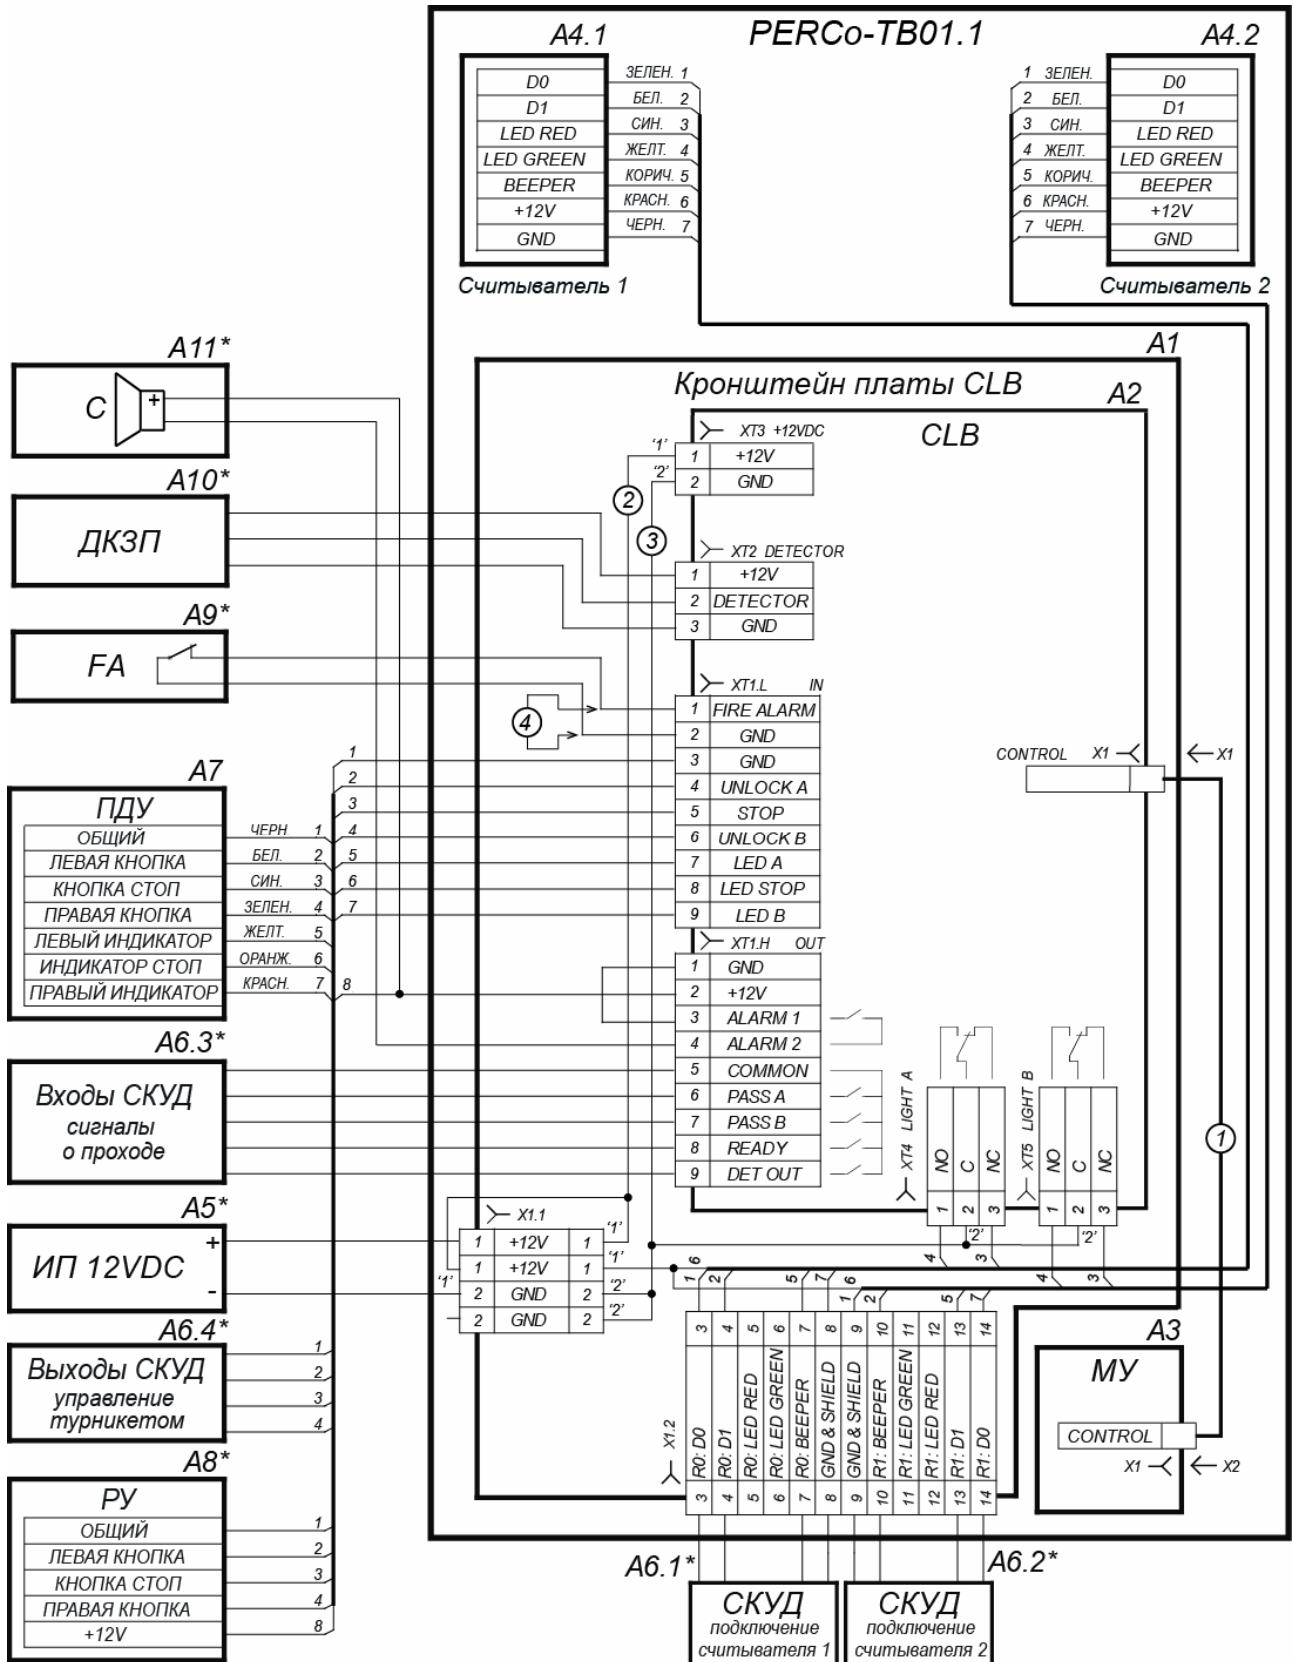

Рисунок 11. Схема электрических соединений турникета¹
подключаются к контактам *Common*, *PASS A*, *PASS B*, *Ready* и *Det Out* клеммной колодки **XT1.H** платы управления. Подключение встроенных считывателей к контроллеру СКУД производится через выносную клеммную колодку **X1**. Схема подключения контроллера СКУД представлена на рис. 11.
- 8 Подключите кабель питания (14) к выносной клеммной колодке **X1.1** (см. рис. 11). Подключите кабель (13) ПДУ (12) к клеммной колодке **XT1.L** на плате управления (см. рис. 5). Подключите при необходимости кабели от других устройств к соответствующим клеммным колодкам платы управления (см. рис. 5 и рис. 11).
- 9 Проверьте правильность и надежность всех электрических подключений. При помощи самоклеящихся площадок и стяжек из комплекта поставки закрепите все кабели. После подключения всех кабелей и закрепления стойки на полу установите на место крышку (3) (см. разд. 6) и боковые заглушки (10) в порядке, обратном снятию.
- 10 Для установки в рабочее положение преграждающих планок снимите с поворотного механизма крышку (6), отвернув винт M4×25. Отверните болт M8×30, установленный на преграждающей планке (5). Установите преграждающую планку в соответствующее посадочное место и зафиксируйте болтом. Под головку болта установите пружинную шайбу. Затяжка болтов должна обеспечивать надежную фиксацию преграждающей планки (без люфта).
- 11 Повторите операции при установке остальных преграждающих планок. Установите в рабочее положение крышку (6), закрепив ее винтом.
Подключение контроллера к плате управления турникета производится в соответствии с рис. 11.
Передача данных от считывателей осуществляется по интерфейсу *Wiegand*. Подключение считывателей к контроллеру СКУД необходимо производить экранированным кабелем в соответствии с рис. 11. Линии данных от считывателей выведены на контакты выносной клеммной колодки **X1.2** (см. рис. 11 и табл. 3).
* Линии управления светодиодной индикацией считывателей при производстве подключены к клеммным колодкам **XТ4, XТ5** платы управления (см. рис. 11). Для осуществления внешнего управления индикацией от контроллера СКУД необходимо отключить синие и желтые провода считывателей от разъемов **XТ4, XТ5** платы управления, и подключить их к соответствующим контактам выносной клеммной колодки **X1.2**.